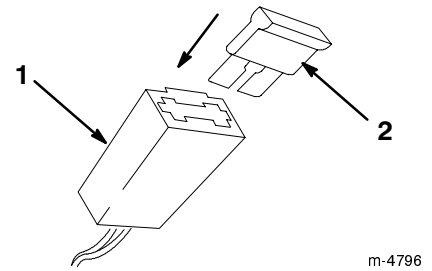

Figure 6
2. Placez le fusible dans le porte-fusible comme indiqué dans la Figure 6.